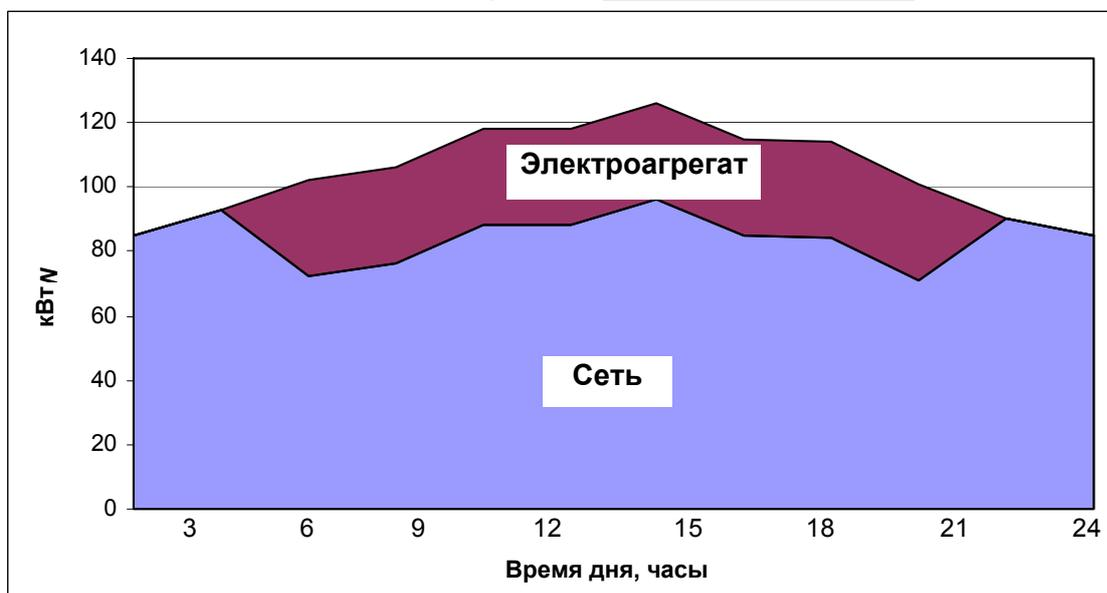

Рисунок 65 Работа в режиме Время использования
- Время использования применяется для компенсации пиковых нагрузок в течение дня. В режиме Время использования всегда выборочно используется команды на запуск/остановку и /или уровни выдаваемой энергии для 20 временных отрезков. Эти отрезки программируются на день недели, время дня и энергия, выдаваемая по каждому заказу и определение длительности каждого отрезка и заказа. Рис.65 показывает как ГТЭА может быть использован в режиме Время использования.